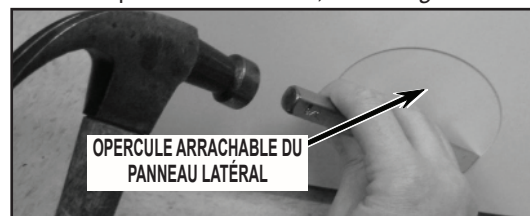
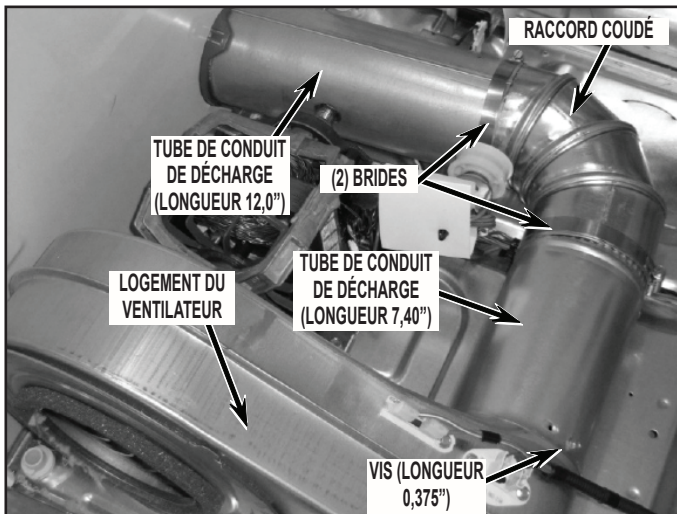

FIGURE 28
FIGURE 29
2. Utiliser une perceuse avec un foret de 1/8" ou bien un burin et un marteau pour enlever uniquement l'opercule arrachable de l'orifice arrière. Éliminer les six (6) pattes de retenue autour de l'opercule arrachable; voir la *Figure 28*.
- Combiner/assembler les composants suivants du circuit de décharge fournis dans l'ensemble - tube de conduit de décharge (longueur 305 mm (12,0")), raccord coudé et une bride. Serrer légèrement chaque bride pour qu'elle retienne les composants, mais en permettant encore un mouvement relatif des composants; voir la *Figure 28*.
- Insérer le sous-ensemble décrit à l'étape N°5 à travers l'ouverture qui était obturée par l'opercule arrachable dans le panneau latéral du côté gauche, extrémité nervurée placée vers l'extérieur; placer une bride sur le raccord coudé et raccorder l'extrémité du raccord coudé au tube de conduit de décharge (longueur 187 mm (7,40")) déjà présent à l'intérieur de la sècheuse; voir la *Figure 29*.
- Positionner correctement l'ensemble du circuit de décharge; veiller à ce que la nervure de butée sur le tube de conduit de décharge (longueur 305 mm (12,0")) soit à l'extérieur de la sècheuse; voir la *Figure 29*. Bien serrer chaque bride; voir la *Figure 28*.